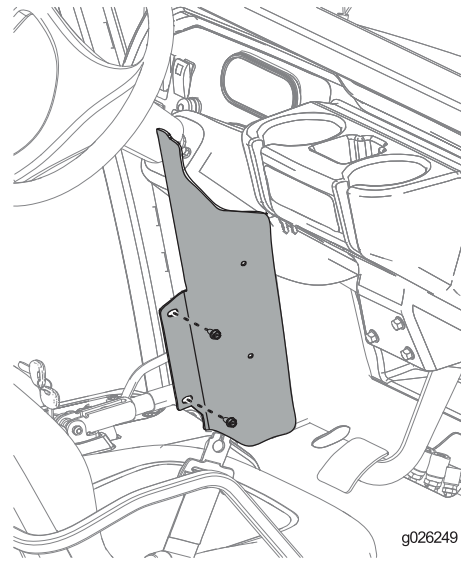

Figura 46
3. Instale os painéis da placa lateral em cada lado da máquina utilizando dois parafusos (¼ pol.) como se mostra na Figura 46.